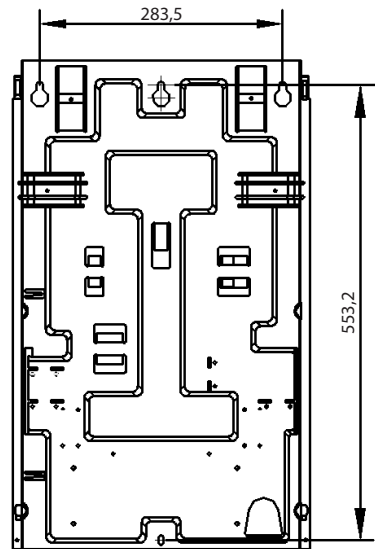

Figura 5.5
- Praticare dei fori nella parete come indicato in Figura 5.5, inserire un tassello a espansione nel foro superiore e una guarnizione di plastica nel foro inferiore, montare lo scaldabagno verticalmente sul tassello superiore in modo che sia perfettamente orizzontale e serrare i fori infe-